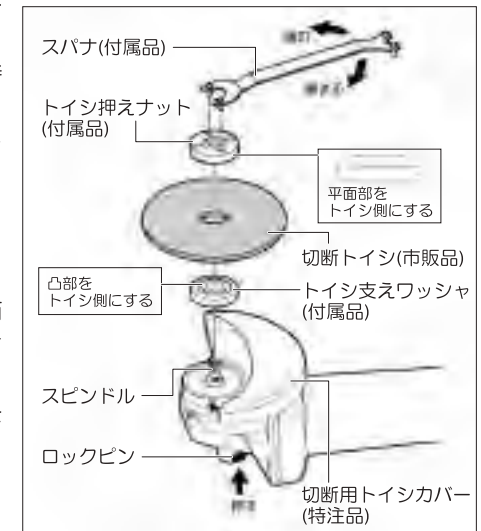

図5
■切断トイシの取付け(図5参照)
- ④作業をするときは、切断用トイシカバー(特注品)を使用してください。
- ④スピンドル凸(切欠)部に、トイシ支えワッシャの凸(切欠)部が噛合っていることを、確認してください。